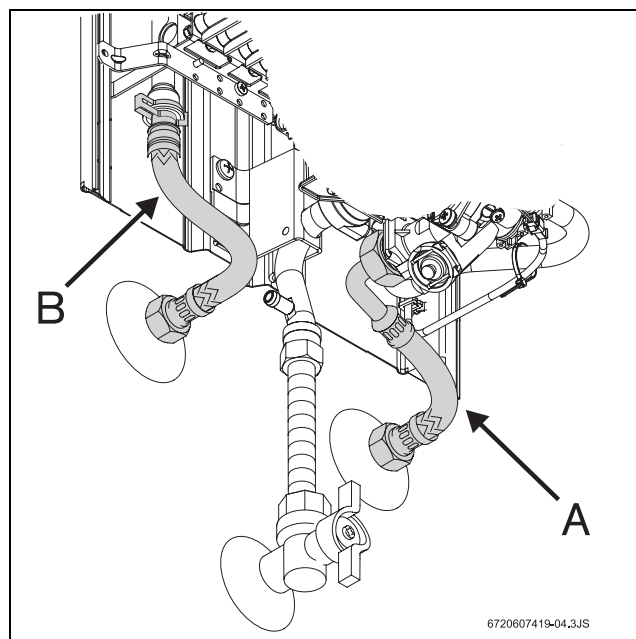

Fig. 5 Collegamento acqua
- ▶ Individuare le tubazioni di acqua calda (Fig. 5, pos. B) e fredda (Fig. 5, pos. A) dell'impianto onde evitare eventuali inversioni di collegamento.